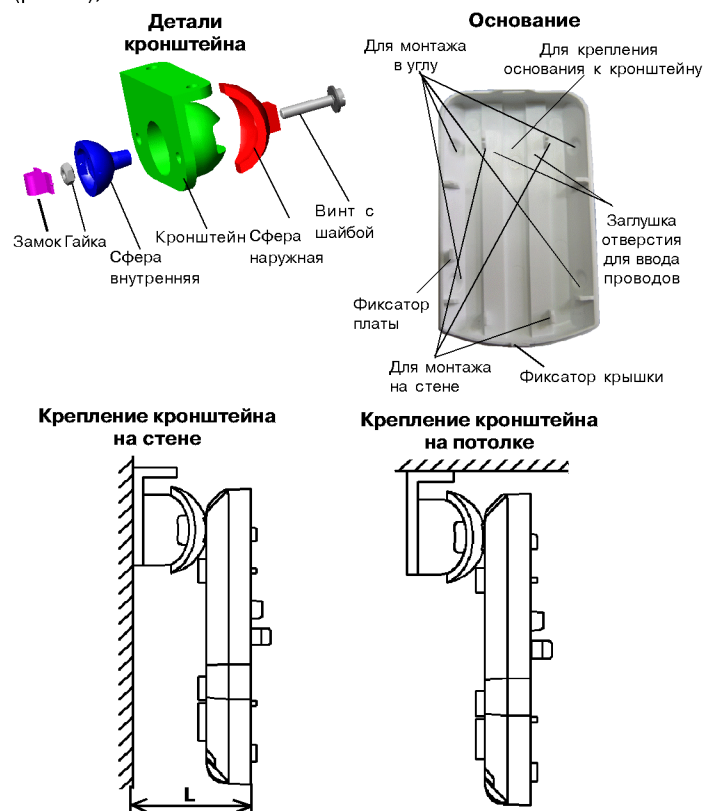

Рис. 2. Основание извещателя и кронштейн
- снимите крышку извещателя, отжав при помощи отвертки фиксатор, расположенный в нижней части основания извещателя (рис. 2);
- просверлите в основании корпуса отверстия (рис.2), которые будут использоваться для прокладки проводов и крепления извещателя;
- после закрепления извещателя на кронштейне повернуть корпус извещателя в вертикальной плоскости в соответствии с выбранной высотой установки, отмерив расстояние (L) от стены до нижнего края основания при снятой крышке (рис.2, таблица 3);